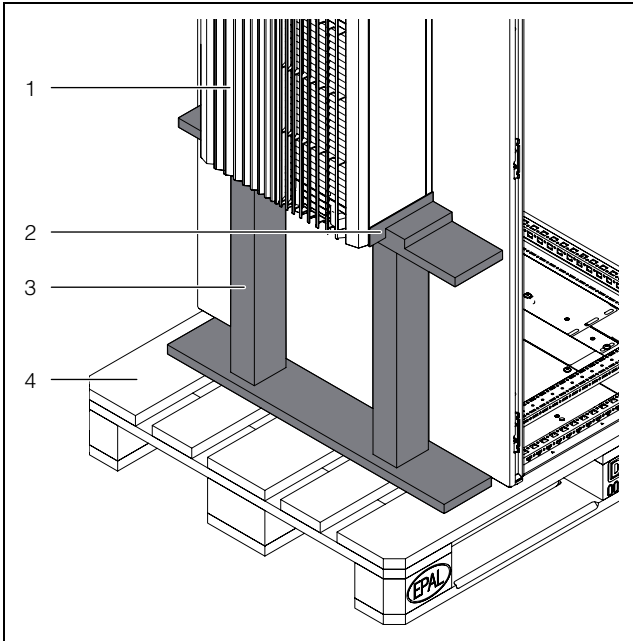
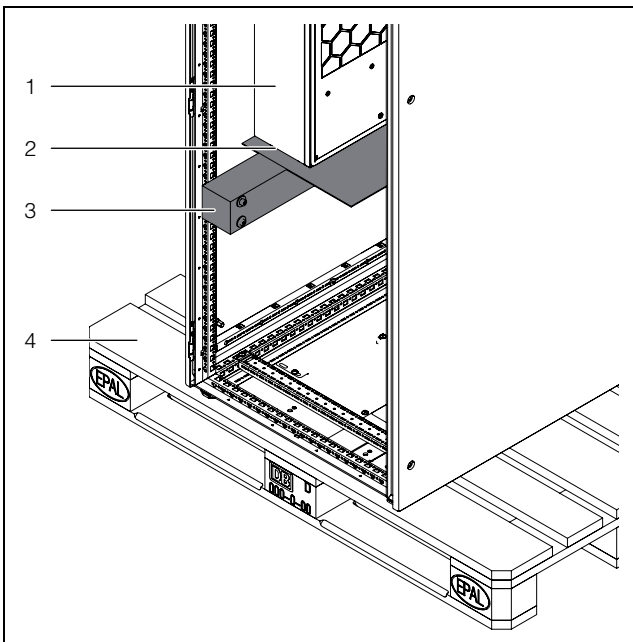

Fig. 5 : calage de transport pour climatiseur monté en saillie
Fig. 6 : calage de transport pour climatiseur monté en intégration
- Des cales de transport doivent être utilisées lors du transport de climatiseurs déjà montés sur l'armoire électrique (ex : cornière ou planche – fig. 5 et fig. 6). Ces cales soutiennent le climatiseur et empêchent l'affaiblissement de l'appareil en cas de chocs. Pour éviter d'endommager la peinture, il faudrait poser un film mousse entre les pièces en bois équarri et le climatiseur.